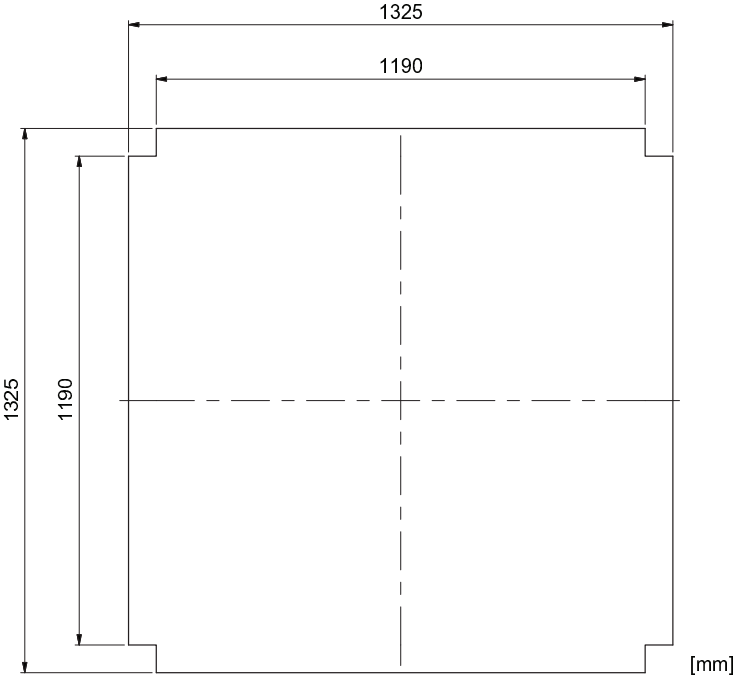
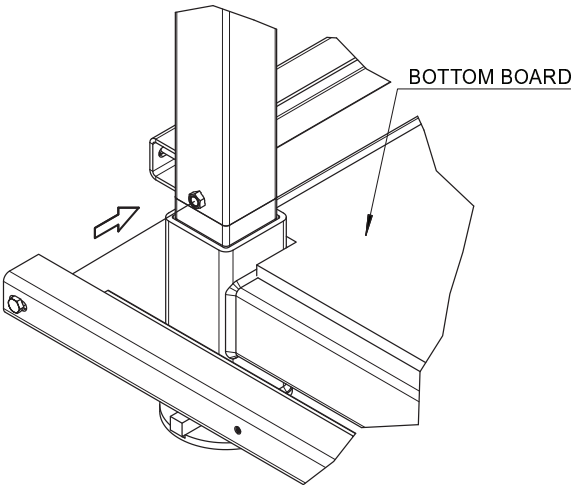

Figure 21. Dimensions de la planche en contreplaqué du fond (Art. N° 11540)
Figure 22. Exemple de positionnement du support de coffrage.
- 5.1 Vérifiez que les quatre poteaux d'angle sont correctement insérés dans le cadre inférieur. Coupez une planche de contreplaqué de coffrage de 18 mm conforme à la norme EN 636-3 au format indiqué sur la Figure 21 et placez-la au centre du cadre inférieur. Boulonnez les huit supports de coffrage sur les écrous soudés. Utilisez les boulons fixés au support de coffrage. Voir Figure 22. Il n'est pas nécessaire de serrer les boulons pour l'instant.